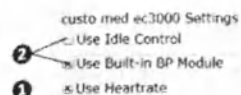

Рис. 29: Настройка нагрузочного устройства
Справа откроется меню настроек выбранного нагрузочного устройства (➡ рис. 29).
- Если вы хотите использовать, к примеру, интегрированный в нагрузочное устройство модуль измерения ЧСС, активируйте его с помощью меню настроек 1 (➡ рис. 29). Таким же образом вы можете выбирать, какие из дополнительных интегрированных модулей и функций устройства необходимо использовать 2.